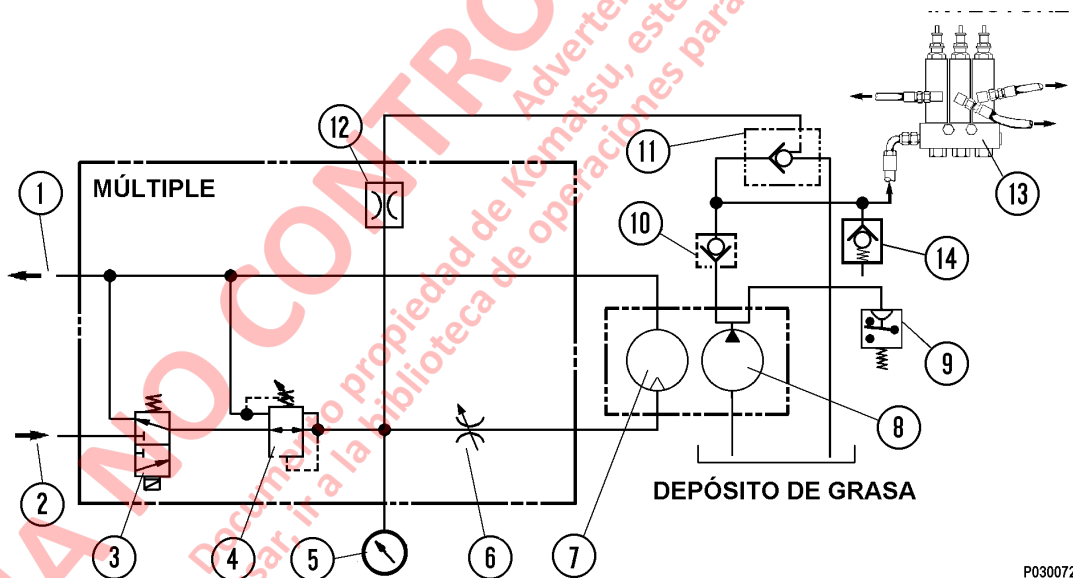

FIGURA 3-3. DIAGRAMA HIDRÁULICO
El temporizador del ciclo de lubricación de estado sólido envía una señal de 24 VDC en intervalos de tiempo para energizar la válvula solenoide (3, Figura 3-3) y proporcionar flujo de aceite para operar el motor de la bomba de grasa. Este temporizador está montado en el gabinete de interfaz eléctrica.
La válvula de alivio (14, figura 3-3) protege la bomba de altas presiones. Esta válvula de purga está regulada en 27.580 kPa (4.000 psi).
2. El temporizador entrega 24VDC para energizar la válvula solenoide de la bomba (3, Figura 3-3), lo que permite que el aceite hidráulico que entrega el circuito de la bomba de dirección fluya hacia el motor de la bomba e inicie un ciclo de bombeo.
3. El aceite hidráulico del circuito de dirección se dirige a través de la válvula de reducción de presión (4) y de la válvula de control de flujo (6) antes de entrar al motor. La presión de la bomba se puede leer en el manómetro opcional (5) montado en el múltiple.
4. Con el aceite fluyendo hacia el motor hidráulico, la bomba de grasa funcionará bombeando grasa desde el depósito hacia los inyectores (13), a través de la válvula de retención (10) y luego a la válvula de purga (11).
7. Después que la válvula solenoide de la bomba se desenergiza, la presión hidráulica en el múltiple cae y la válvula de purga (11, Figura 3-3) se abre, liberando la presión de grasa en las líneas hacia los bancos de inyectores. Cuando esto ocurre, los inyectores están en condiciones de recargarse para el siguiente ciclo de lubricación.